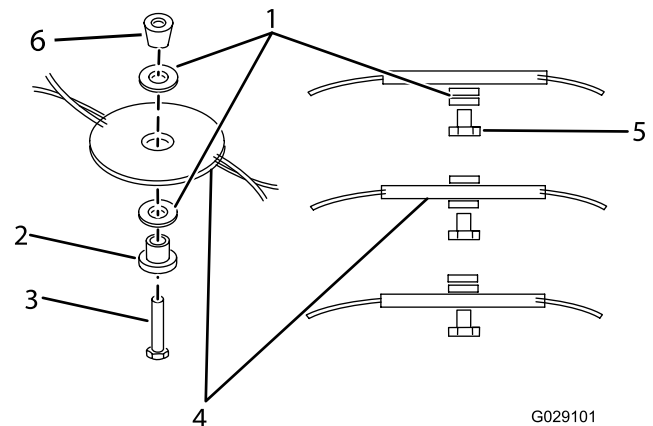

Figure 13
6. Déplacez les entretoises à la hauteur voulue, puis reposez le fil Flexiblade (Figure 13).